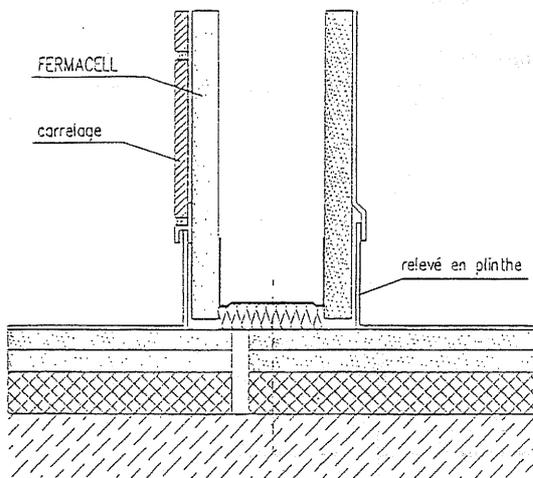

Figure 10 – Liaison cloison distributive et chape sèche FERMACELL avec revêtement plastique
- remontée en plinthe du revêtement (cf. figures 10 et 11),